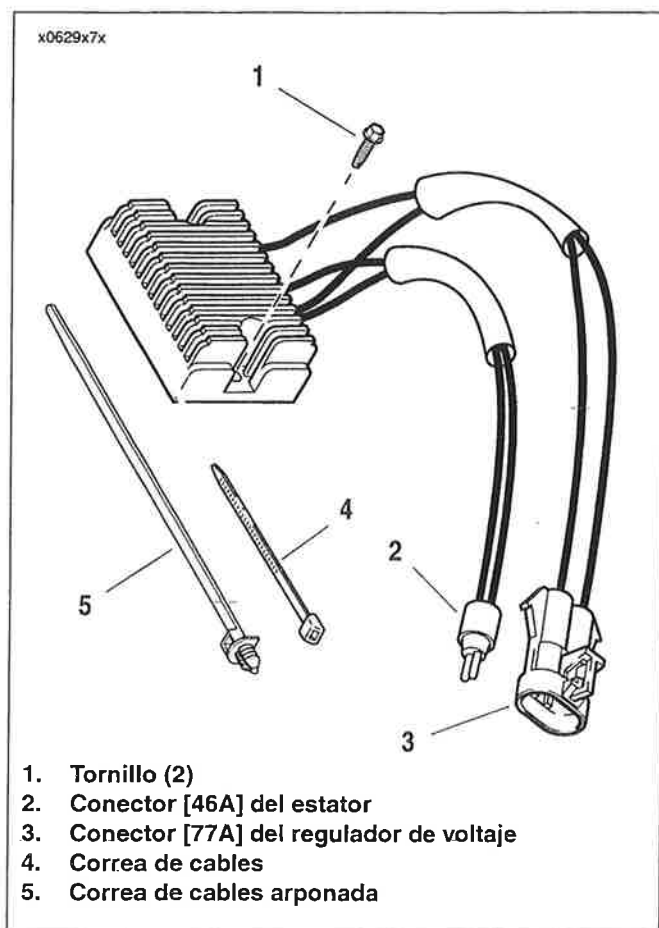

Figura 7-19. Regulador de voltaje (todos los modelos)
2. Vea la Figura 7-19. Separe el cableado del regulador de voltaje al conector [46] del estator del alternador (2).
3. Separe el cable de carga del regulador de voltaje al conector [77] del regulador de voltaje (3). Levante el pestillo externo en el lado del conector hembra y separe las mitades.
7. Quite los sujetadores en las partes superior (1) e inferior del regulador y quite el regulador de voltaje.